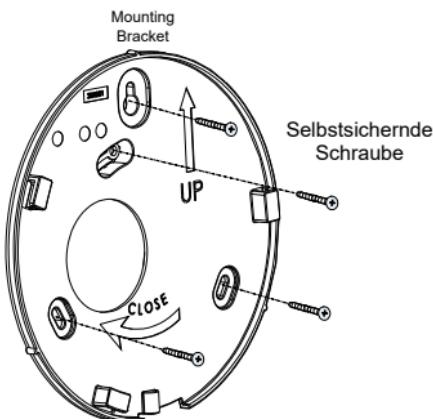

Fig. 2
3. Drücken Sie die Montagehalterung mit der Hand gegen die Wand (Richtungspfeil nach oben) und markieren Sie die Befestigungslöcher (Abb. 2). Bohren Sie die Befestigungslöcher und setzen Sie ggf. Dübel ein.